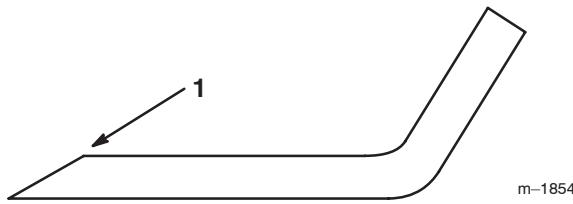

Figure 39
1. Au moyen d'une lime, aiguissez les tranchants aux deux extrémités de la lame (Fig. 39) en veillant à conserver l'angle de coupe d'origine. Limez la même quantité de métal sur chacun des deux tranchants pour ne pas déséquilibrer la lame.